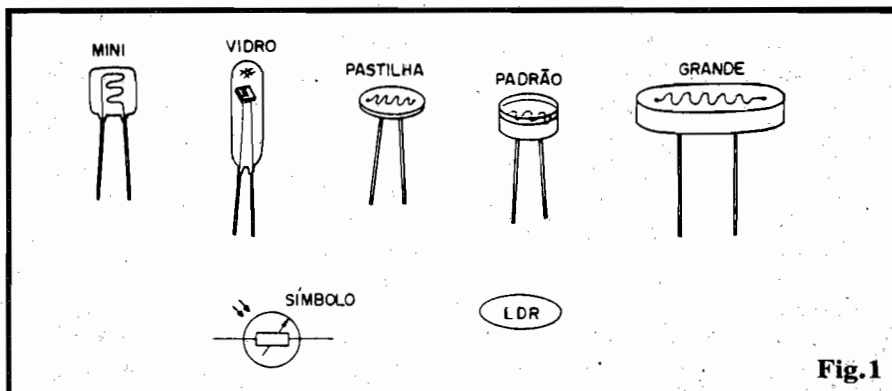

Fig.1
- FIG. 1 - OS LDRs (RESISTORES DEPENDENTES DA LUZ)
termos práticos, é **isso mesmo o que ele "faz"**: eletricamente pode ser considerado como um simples resistor, não polarizado, ou seja: um componente que opõe um obstáculo ou "freio" à livre passagem da Corrente. A sua reação à LUZ determina, contudo, uma variação proporcional no seu valor ôhmico, de modo que QUANTO MAIS LUZ RECEBE SUA SUPERFÍCIE SENSORA, MENOR FICA SUA RESISTÊNCIA (e vice-versa...). São muito amplas as gamas de variação do valor ôhmico em função da luminosidade, mas em situações extremas, existem LDRs que assumem valores de vários Megohms sob completa escuridão, e outros que, sob LUZ intensa podem mostrar Resistência tão baixa quanto algumas dezenas de Ohms... Normalmente são componentes de baixa Potência, ou seja: capazes de dissipações muito pequenas, e assim não podemos cobrar deles o manejo de "Watts" (quando muito alguns miliwatts...). Podem ser encontrados em vários tamanhos, modelos, sensibilidades e faixas ou curvas de reação... A fig. 1 mostra alguns dos modelos mais comuns, em suas aparências externas, juntamente com o símbolo esquemático adotado para representá-lo nos diagramas de circuitos...